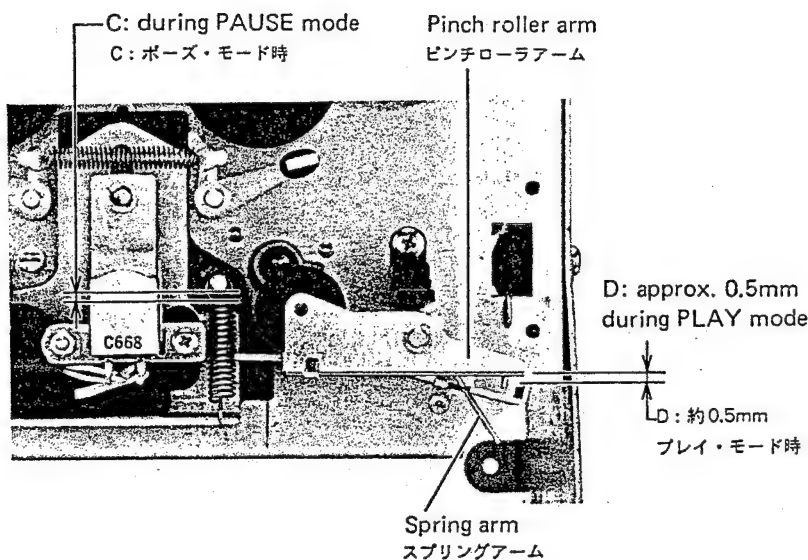

Fig. 5-4
1. With the deck in the play mode, check that there is clearance of approx. 0.5 mm between the pinch roller arm and the spring arm ("D" in Fig. 5-4).
4. Repeat switching operations from STOP to PAUSE mode two or three times, and make sure that when repeating steps 1 and 2, the clearances "D" and "B" are within the specified range respectively. Also make sure there is a clearance between head base and spring stud ("C" in Fig. 5-4).
1. プレイ・モードにして、ピンチ・ローラ・アームとスプリング・アームのすき間 (図 5-4 の D) が約 0.5mm であるか確認する。
4. ストップ・モードからポーズ・モードへの切換え操作を 2, 3 度繰り返した後、再度 1, 2 項のチェックをして、間隔 D と B がそれぞれ規定通りか確認する。また、ヘッド・ベースとスプリング支柱との間 (図 5-4 の C) にすき間があるか確認する。
**Note:** During play operation, make sure there is a clearance of approx. 0.5 mm between the pinch roller arm and the spring arm. Refer to Fig. 5-4.
**注意:** プレイ・モード中、ピンチ・ローラ・アームとスプリング・アーム間に約0.5mmのすき間があるか確認する (図5-4参照)。